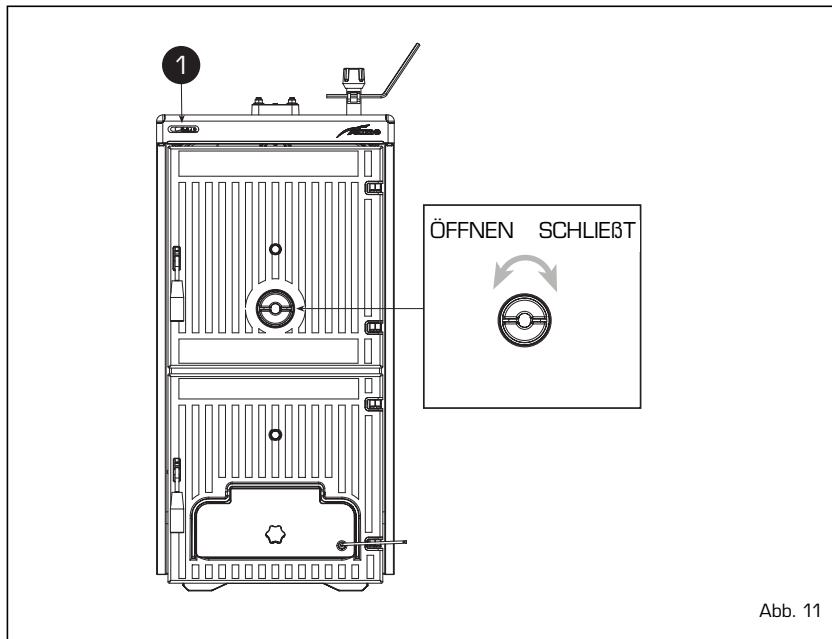

Abb. 11
5.2 THERMOMETER DES HEIZKESSELS (Abb. 11)
5.3 LUFTEINSTELLUNG (Abb. 11)